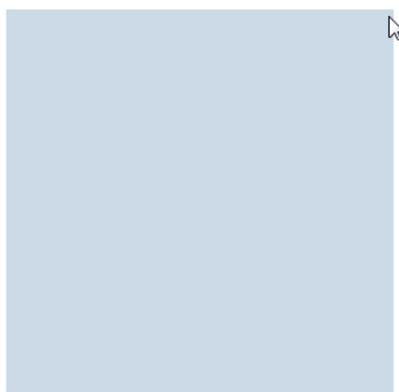

Abb. 27: angefasstes Objekt
- ➡ Es erscheint ein blaues, transparentes Rechteck an Ihrer Maus, welches, solange Sie die Maus gedrückt halten, Ihrer Mausbewegung folgt. Dieses Rechteck symbolisiert das zu bewegendes Objekt (*siehe "Abb. 27: angefasstes Objekt", Seite 41*).